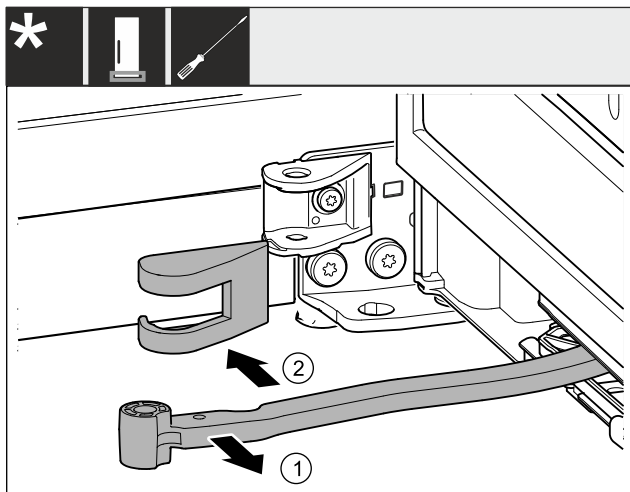

Fig. 6
- ▶ Zgibni del zavrtite v smeri vrat. Fig. 6 (1)
- ▶ Odstranite pokrov ležajnega podstavka. Fig. 6 (2)